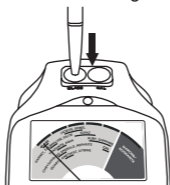

Fig. 1.5
- Pulse la sonda tipo bolígrafo sobre el disco de prueba de Vadrio ubicado a la izquierda de la lám para indicadora (**Fig. 1.5**). Aplique suficiente presión para retraer la punta sobresaliente completamente dentro de la sonda tipo bolígrafo. El indicador debería evarse y permanecer dentro de la banda roja (preferentemente en el centro de la banda roja) con “Vadrio” impreso en la parte superior en dos a tres segundos.